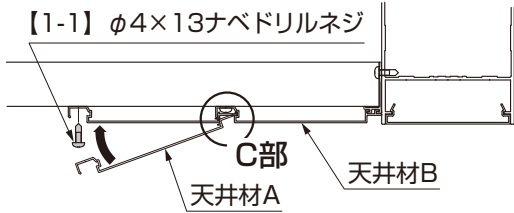

図4-22 天井材Aの取付け
④天井材AをC部に吻合させて【1-1】で天井縦枠、調整フレームに取付けてください。(図4-22参照)